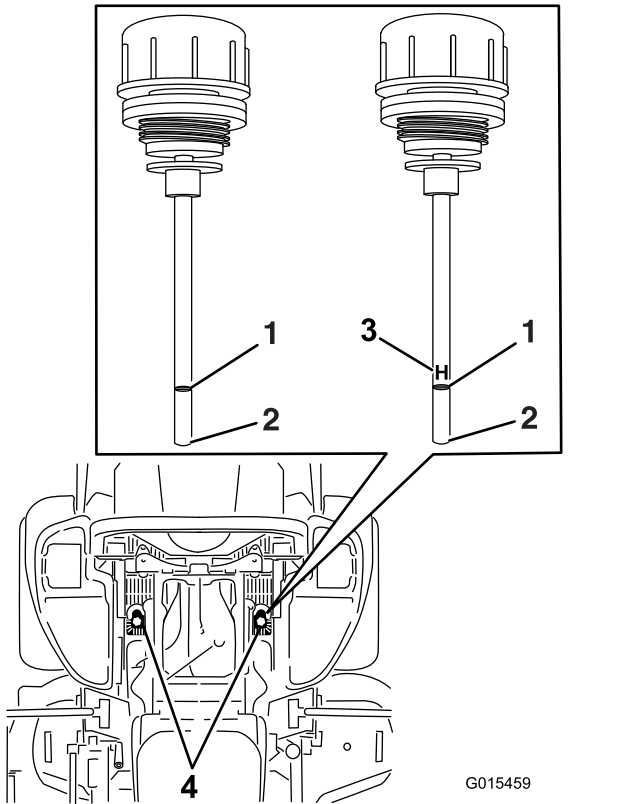

Figure 89
6. Nettoyez la surface autour des jauges des réservoirs du système hydraulique (Figure 89).
7. Sortez une jauge du réservoir hydraulique (Figure 89).
9. Resserrez la jauge et examinez son extrémité (Figure 89).